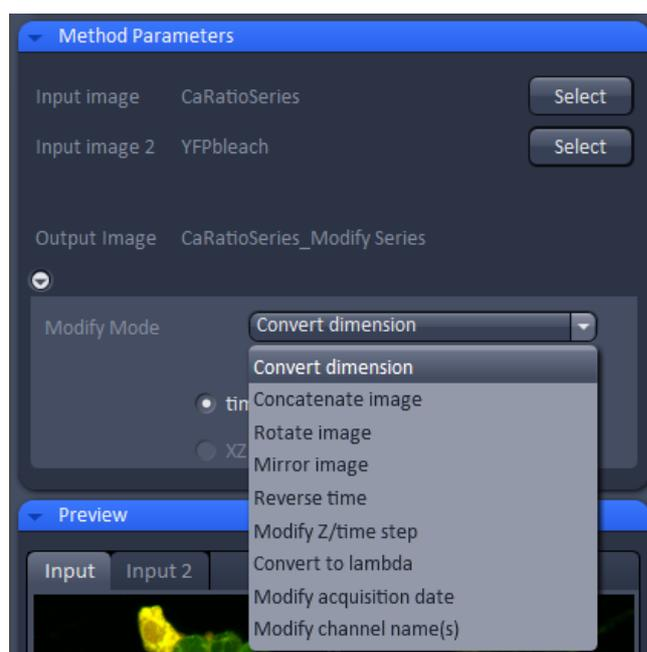

Fig 87 Modify Series 下拉菜单选项
- 在图像选择界面中点击Select按钮，导入当前图像窗口中打开的图像，其文件名自动出现在Input image右侧 (Fig. 87)。